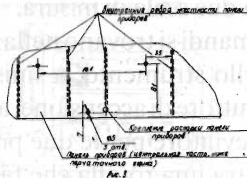

Рис. 4
5.7.3. Закрепить кассету дозиметра на панели приборов согласно рис. 4, используя металлы из комплекта.